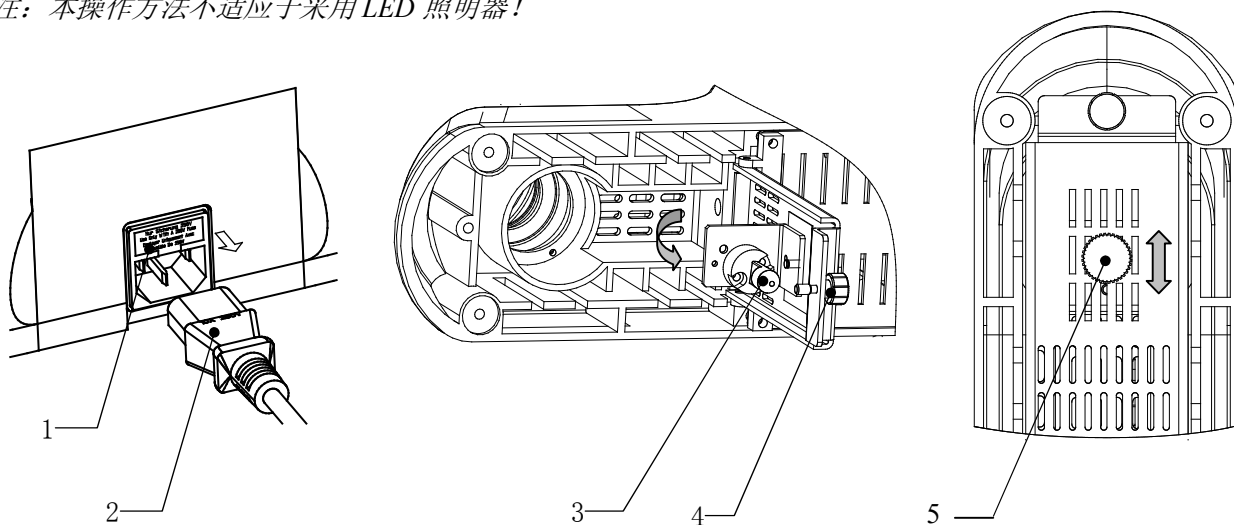

图. 13
- (1) 关闭仪器电源开关，并拔掉电源线插头 2。如图 13 所示。
- (2) 等待 10 分钟以上，直到周围与灯泡已足够冷却。
- (3) 拧松灯室铰链板固定螺钉 4 往外扳动便可打开灯室门。取出已损坏灯泡 3，更换新灯泡。
- (4) 如需调节灯泡相对聚光镜的位置，可以向后倾斜主机，拧松调节螺钉 5，可前后移动灯泡的位置。调整至合适的位置后，拧紧螺钉。
本仪器保险丝管集成在主机电源输入插座 1 内。如图 13 示。具体操作方法如下：